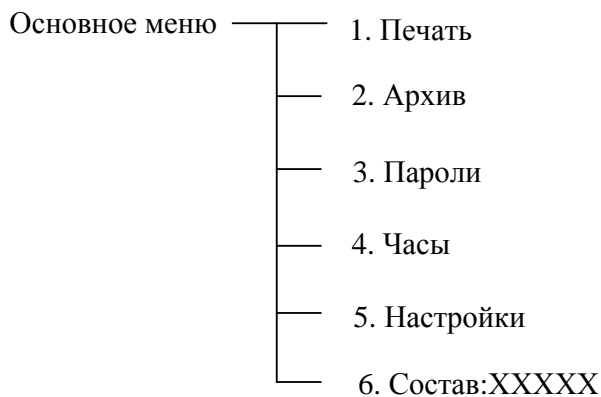

Рисунок 2
2.5.7 Управление работой расходомера осуществляется через основное меню (рисунок 2).